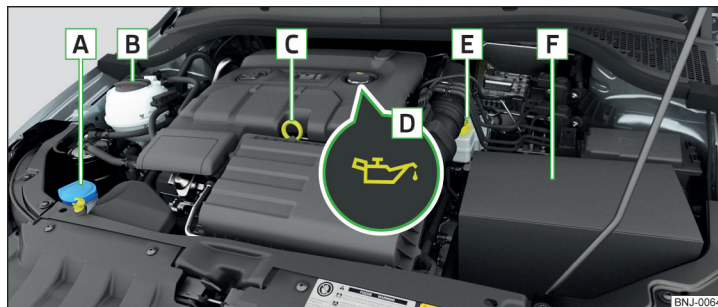

Fig. 166 Motorrum
Placering i motorrummet » Fig. 166
- Skru dækslet af motoroliepåfyldningsåbningen » Fig. 166 på side 150.